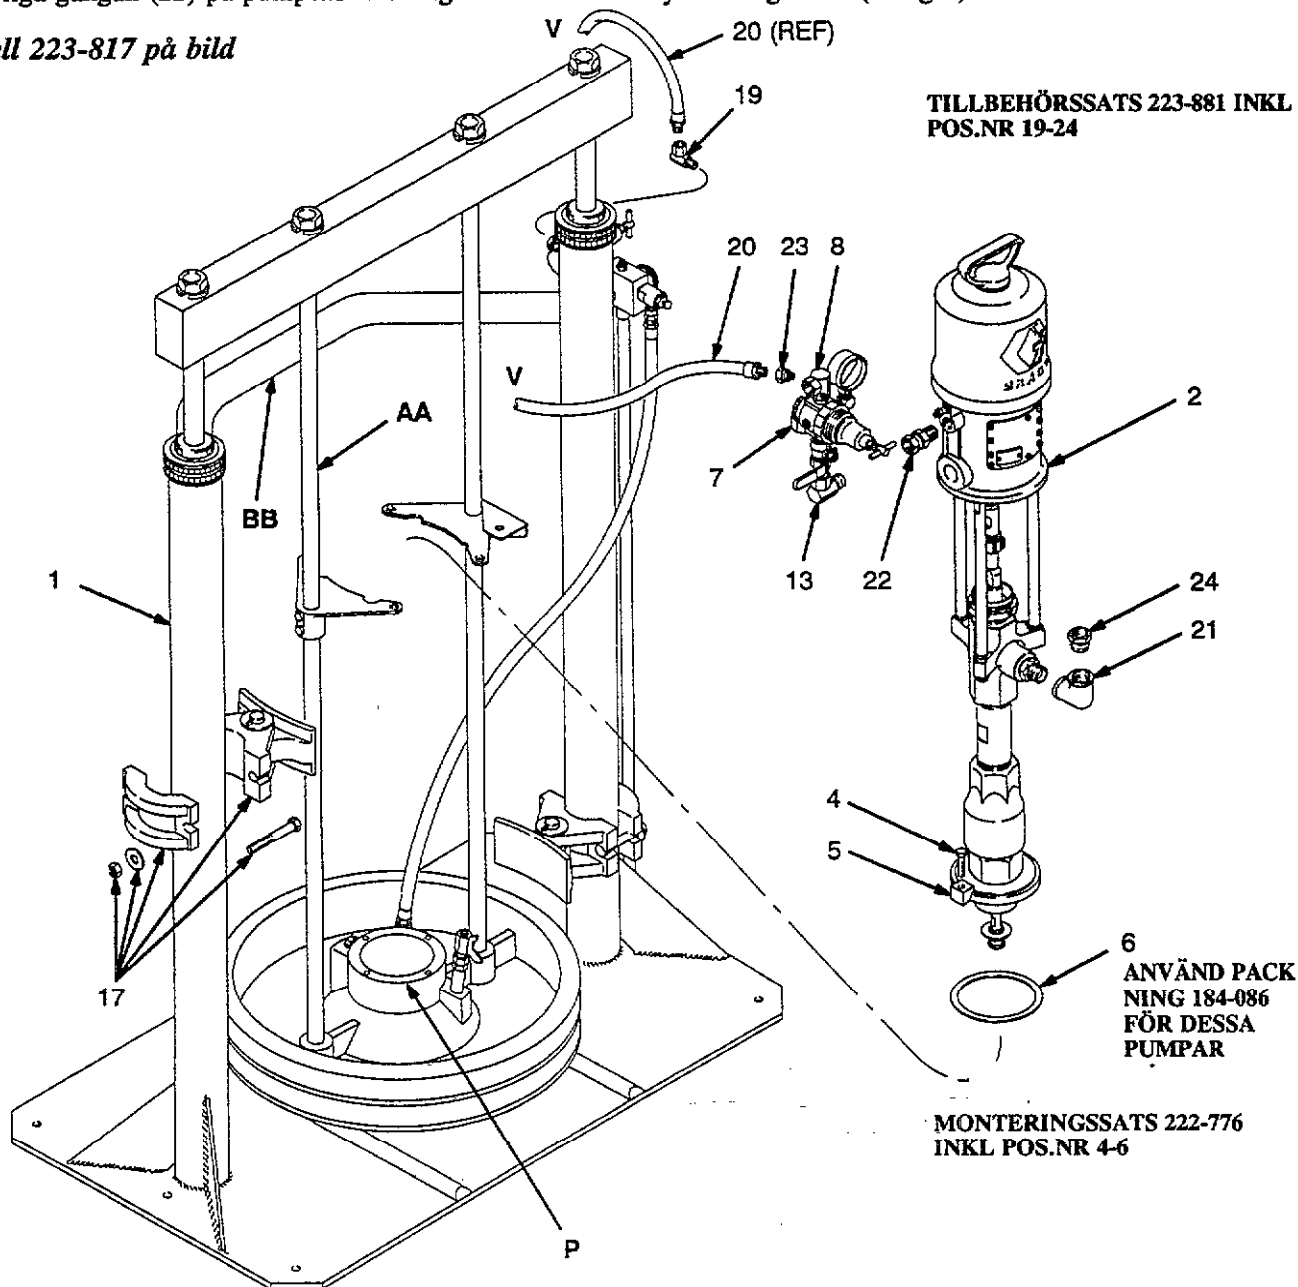

Fig 3
1. Sätt packningen (6) från Monteringssatsen 222-776 på plats i tryckplattan (P), se fig 3.
2. Sänk ned pumpen (2) i tryckplattan (P), fäst de fyra fästena (5) och skruvarna (4).
3. Montera de två fatklamrarna (17) på ramens luftcylindrar (1) för att fixera 200 liters fatet.
4. Från Tillbehörssatsen 223-881 skruvas unionkopplingen (22) in i pumpens luftintag. Använd det.nr 162-505 3/8" NPT(m) unionkoppling för Monark pumpar och det.nr 156-684 1/2" NPT(m) unionkoppling för President pumpar.
5. Montera tryckluftregulatorsatsen (7) med unionkopplingens (13) utvändiga gänga i den rörliga gången (22) på pumpens luftintag.
6. Skruva in bussningen (24) i knäröret (21), skruva sedan in knäröret i pumpens uttagsnippel så att bussningen är vänd uppåt.
7. Skruva in unionkopplingens (23) 1/8" NPT(m) gänga i luftfördelarens (8) 1/8" NPT(f) anslutning. Skruva sedan in kopplingens (19) 1/4" NPT(m) ände i ramens tryckluftregulator med 1/4" NPT(f) intag.
8. Anslut luftslangens (20) ena ände i luftfördelarens rörliga mutter (23). För luftslangens andra ände förbi ramens stagstång (AA) över toppbalcken (BB) baktill på ramen och anslut den till unionkopplingens rörliga mutter (19) på ramens tryckluftregulator (se fig 3).